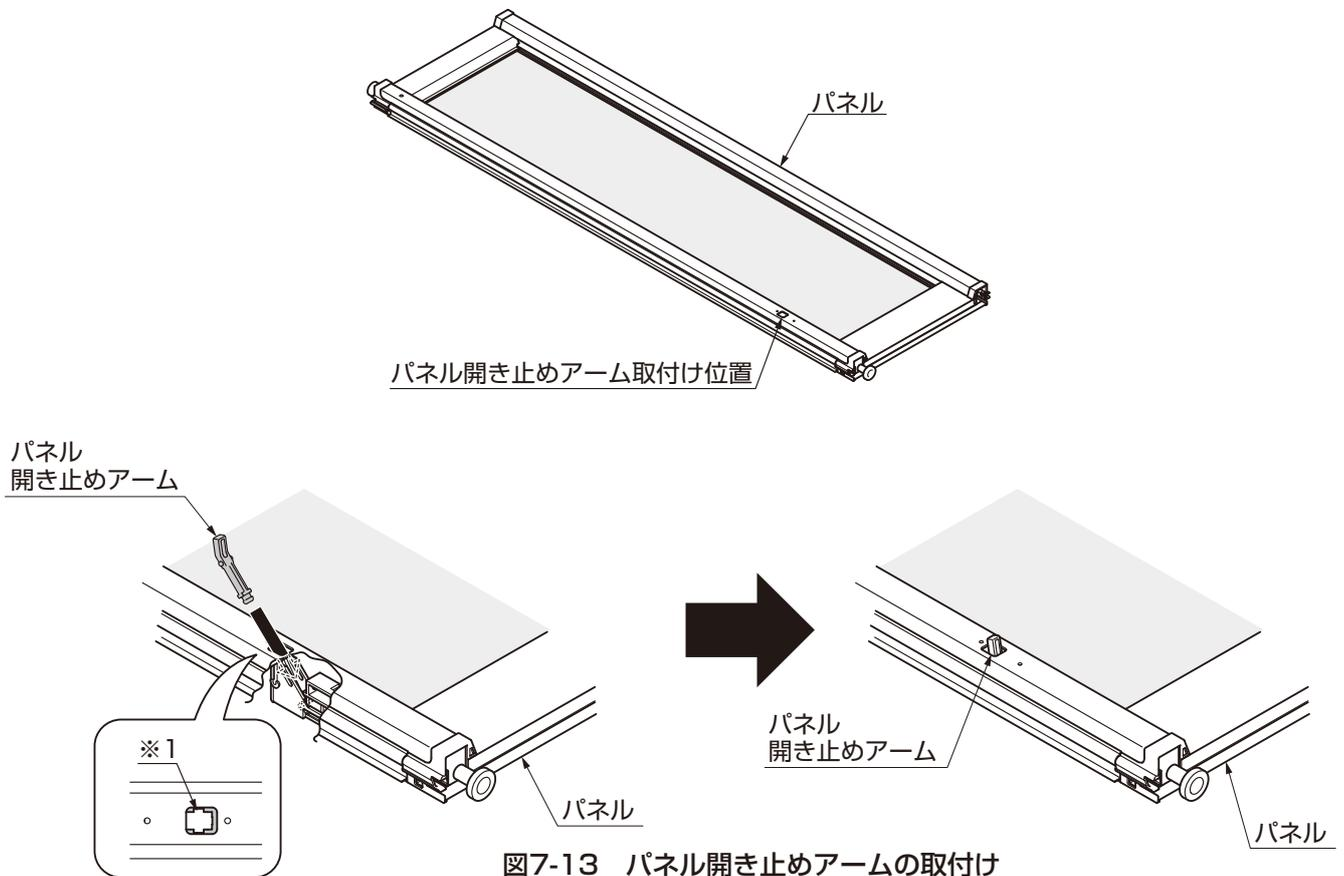

図7-13 パネル開き止めアームの取付け
- パネル開き止めアームは、※1の溝にはまるように差込んでください。(図7-13参照)